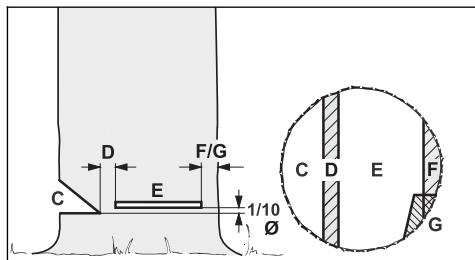

Рис. 18
- ширина недопила: около $1/10$ диаметра ствола (рис. 18);
С помощью основного пропила (рис. 18, поз. Е) дерево заваливается.
– $1/10$ (мин. 3 см) диаметра ствола над основанием подпила (рис. 18, поз. С).
Удерживающий ремень (рис. 18, поз. F) или защитный ремень (рис. 18, поз. G) подпирает дерево и предохраняет его от преждевременного падения.
Выбрать подходящие клинья для валки деревьев в зависимости от диаметра ствола и от ширины разреза (основного пропила) (рис. 18, поз. Е)).